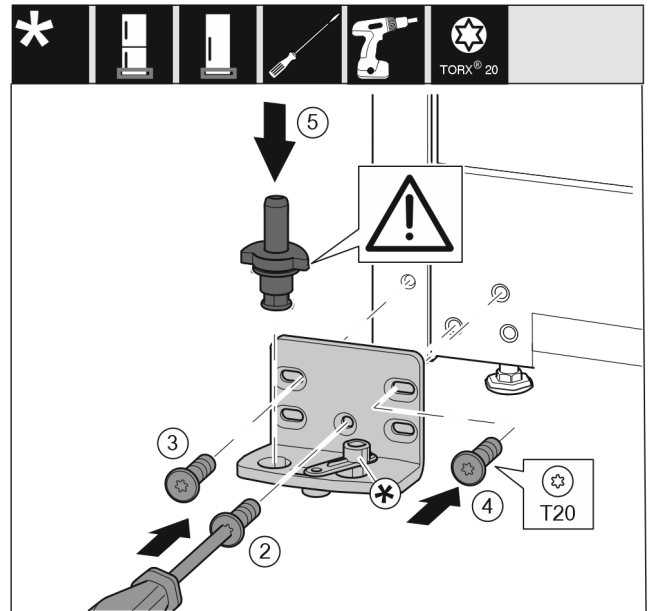

Fig. 25
- ▶ Lagerbok aan de andere zijde plaatsen en met behulp van een schroevendraaier T20 er in schroeven. Met schroef 2 onder in het midden beginnen. Fig. 25 (2)
- ▶ Schroef 3 en 4 vastschroeven. Fig. 25 (3,4)
- ▶ Lagerbouten volledig insteken. Let hierbij op dat het vergrendelingslipje naar achteren wijst. Fig. 25 (5)